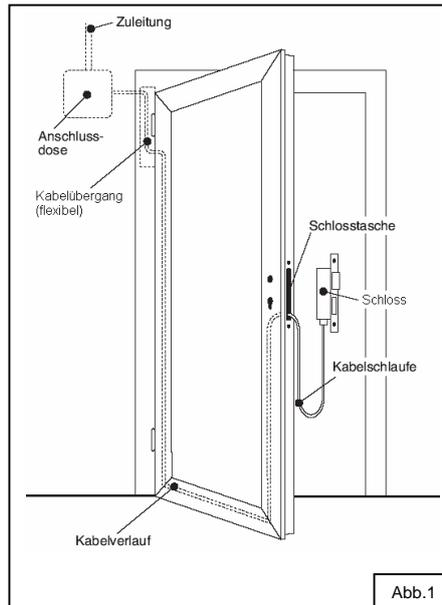

Abb.1
- 1.4 Der Kabelverlauf (Abb.1) muß so ausgebildet sein, dass Beschädigungen ausgeschlossen sind.
Eine Kabelschleife im Bereich der Schlosstasche vorsehen, damit das Schloss auch wieder problemlos ausgebaut werden kann (Abb.1).